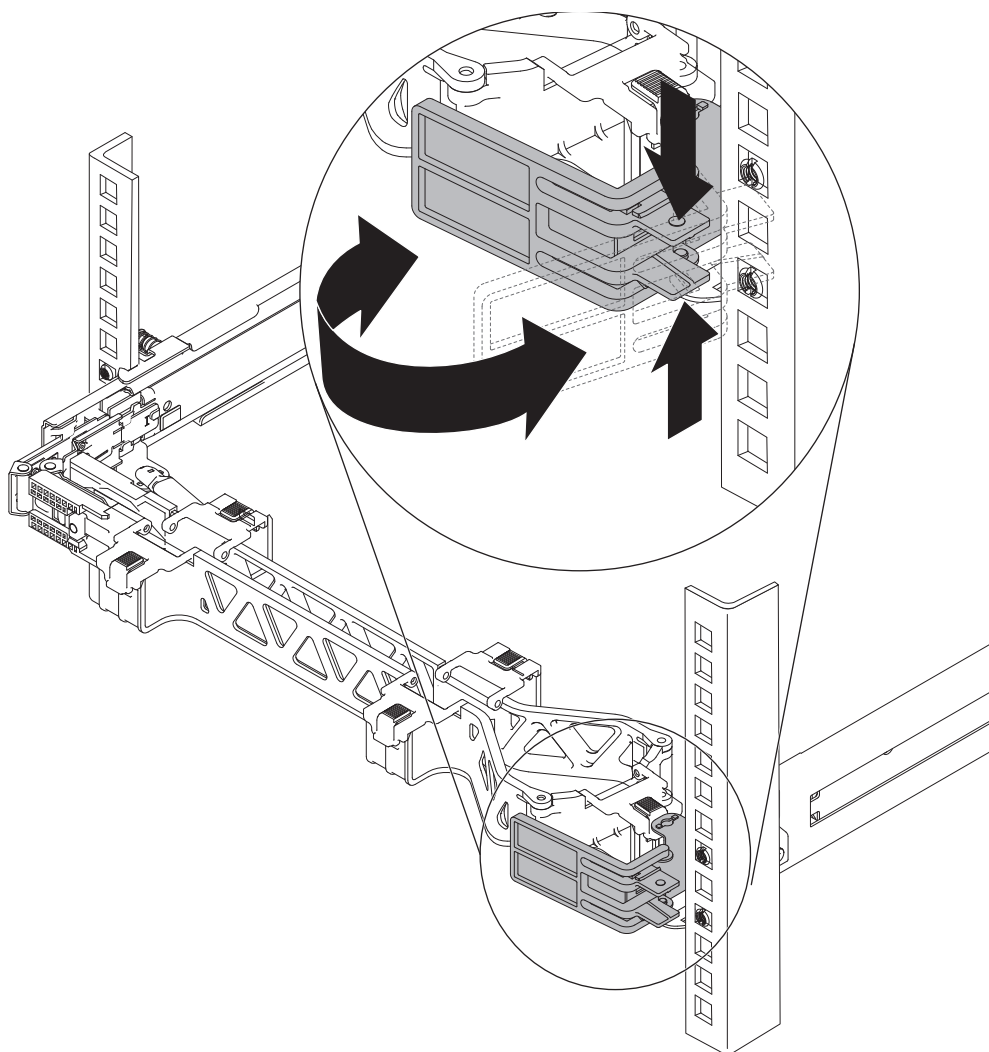

Figura 31. Fechando a trava do suporte para organização de cabos
5. Feche a trava do suporte para organização de cabos, conforme mostrado na Figura 31 na página 44.